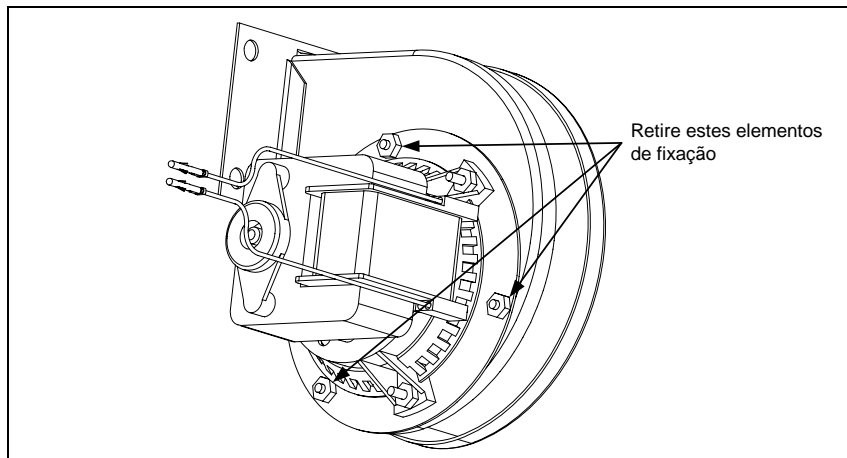

Figura 2
2. Retire os três elementos de fixação que prendem o conjunto do motor do soprador ao alojamento do soprador, e separe os dois componentes. (Veja a Figura 2)